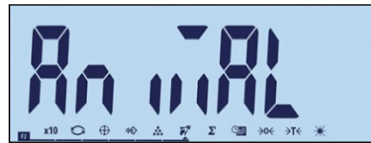

Figura 3-41: Configurazione del tasto funzione 2
- I tasti funzione possono essere configurati anche dalla schermata iniziale. Premere e tenere premuto il tasto funzione da configurare per accedere alla schermata di configurazione (Figura 3-40, Figura 3-41).
Accedere al menu F2.1.1 e usare i tasti su  e giù  per selezionare la funzione richiesta. La selezione cambierà per indicare la funzione selezionata, come mostrato in Figura 3-41, in cui è stato selezionato Pesa di animali. Premere  per confermare la selezione.